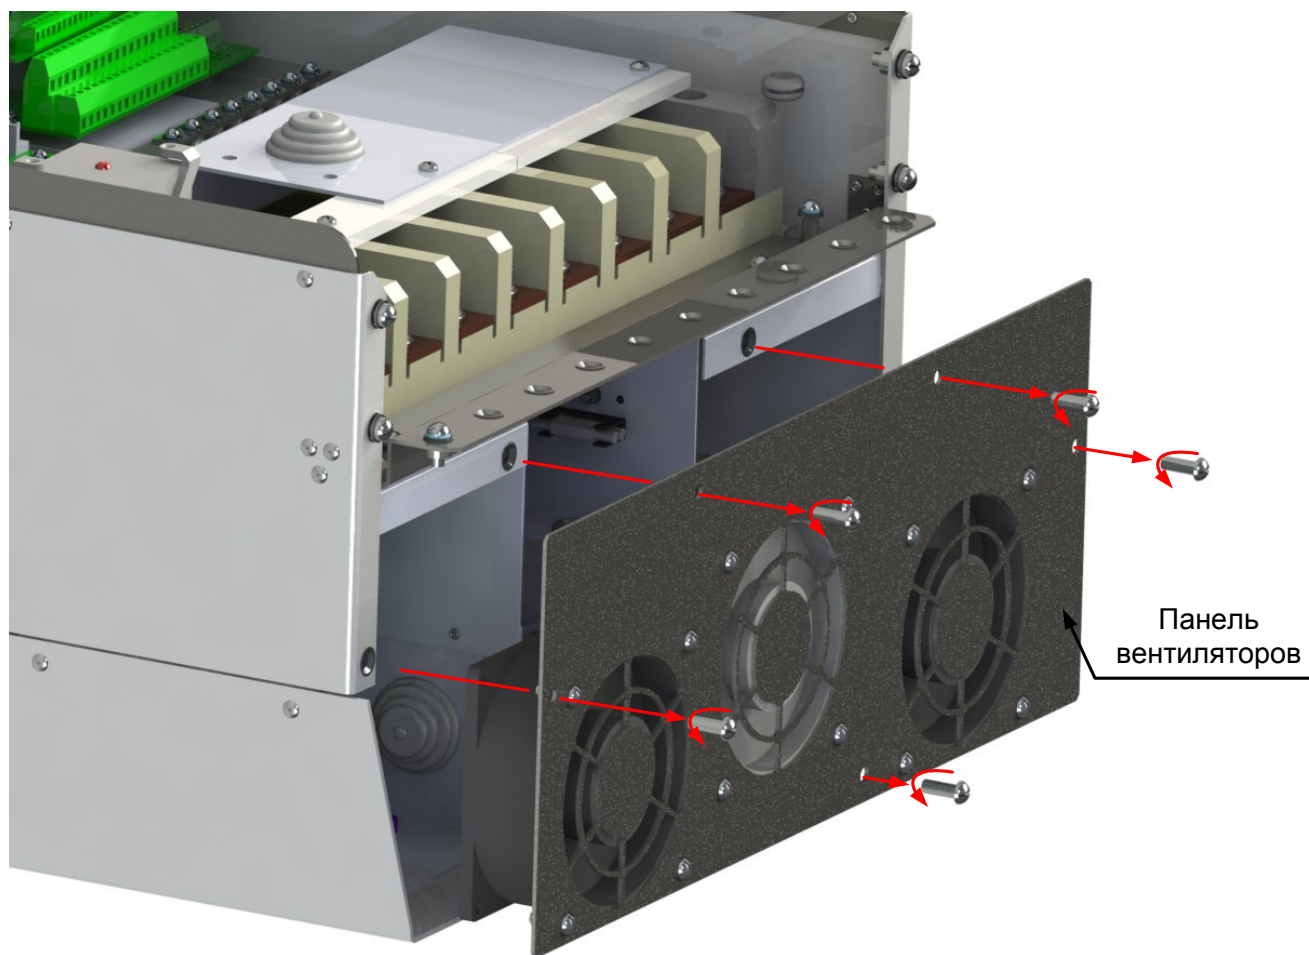

Рисунок 14.2 — Снятие панели вентиляторов электроприводов моделей АТ24-75К. . М11-380-Е*****
2. Снимите панель вентиляторов электропривода (см. рис. 14.2):